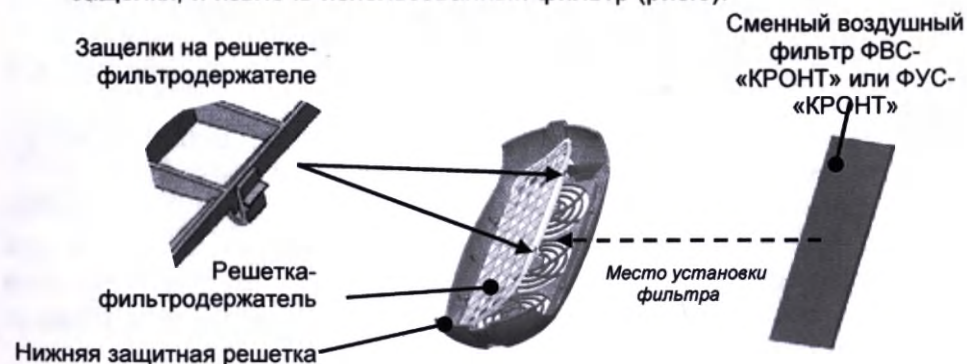

Рис.6
- Снять решетку – фильтродержатель, одновременно нажав на защелки, и извлечь использованный фильтр (рис.6).
- Установить новый фильтр, закрепив его решеткой-фильтродержателем на нижней защитной решетке (рис.6).